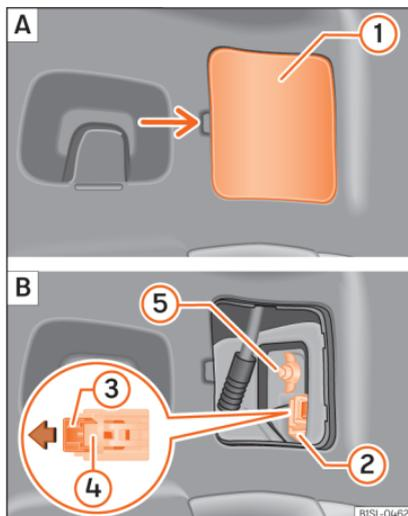

Abb. 52 Seitlich im Gepäckraum: Rückleuchte ausbauen.
- Abdeckung **1** vorsichtig abhebeln »» **Abb. 52 A**.
- Verriegelung **3** des Anschlusssteckers **2** in Pfeilrichtung ziehen »» **Abb. 52 B**. Nutzen Sie dazu den Schraubendreher aus dem Bordwerkzeug.
- Verrastung **4** drücken und den Anschlussstecker **2** abziehen »» **Abb. 52 B**.
- Flügelmutter **5** herausdrehen »» **Abb. 52 B**.
- Mit einer Hand die Rückleuchte an der Einbauposition halten und mit der anderen die Flügelmutter festdrehen ⑤ » Abb. 52 [B].
- Anschlussstecker ② auf den Lampenhalter stecken und Verriegelung ③ entgegen der Pfeilrichtung in den Stecker drücken » Abb. 52 [B].